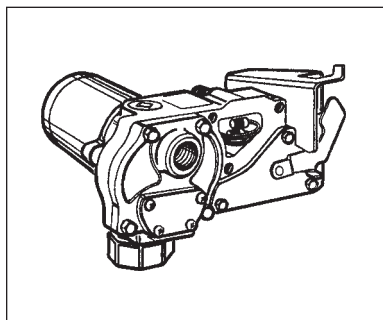

Figura 13
- Quite el tornillo de cabeza torx, luego retire el conjunto del interruptor. (Figura 13)